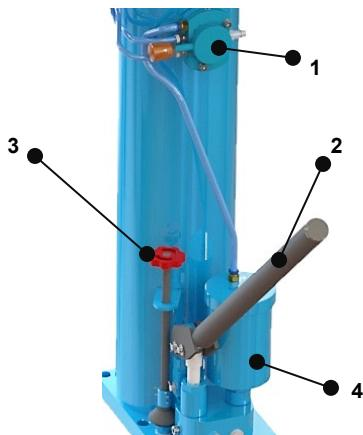
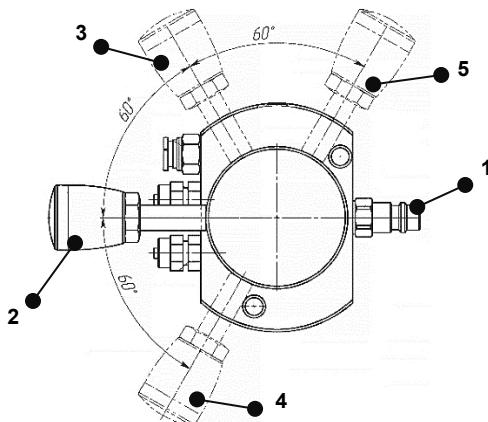

Рис.1 (для модели РП)
Рис.2 (для модели П, РП)
5.1 Присоедините пневмошланг линии сжатого воздуха к штуцеру пневмораспределителя (Рис.1 поз.1, Рис.2 поз.1). Рабочее давление линии сж. воздуха 6-10 бар.
5.2 Убедитесь, что клапан сброса давления (Рис.1 поз.3) закрыт (по ЧС). Для быстрого подвода штока, переместите ручку распределителя из нейтрального положения 2 в положение 3 (Рис. 2). Достигнув нагрузки верните ручку в нейтральное положение 2 (Рис.2).
5.3 При помощи ручного насоса (Рис.1 поз.2) осуществите подъём транспортного средства или иного груза. При наличии пневмогидравлического двигателя (Рис.1 поз.4) подъем под нагрузкой может осуществляться перемещением ручки распределителя из положения 2 в положение 5 (Рис. 2), достигнув нужной высоты переведите ручку распределителя в нейтральное положение 2 (Рис. 2).
5.4 Для возврата штока откройте клапан сброса давления против ЧС (Рис.1 поз.3) и переместите ручку распределителя из положения 2 в положение 4 (Рис.2). После полного возврата штока переведите ручку распределителя в нейтральное положение 2 (Рис.2) и отключите подъемник от линии сжатого воздуха.